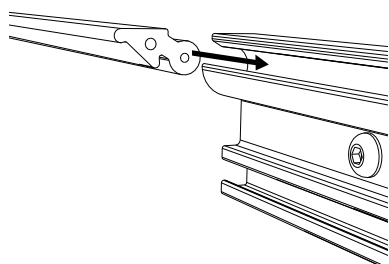

Figura 51. Monte la moldura de goma
8. Inserte y monte la moldura retén en el perfil del tope, véase Figura 51.